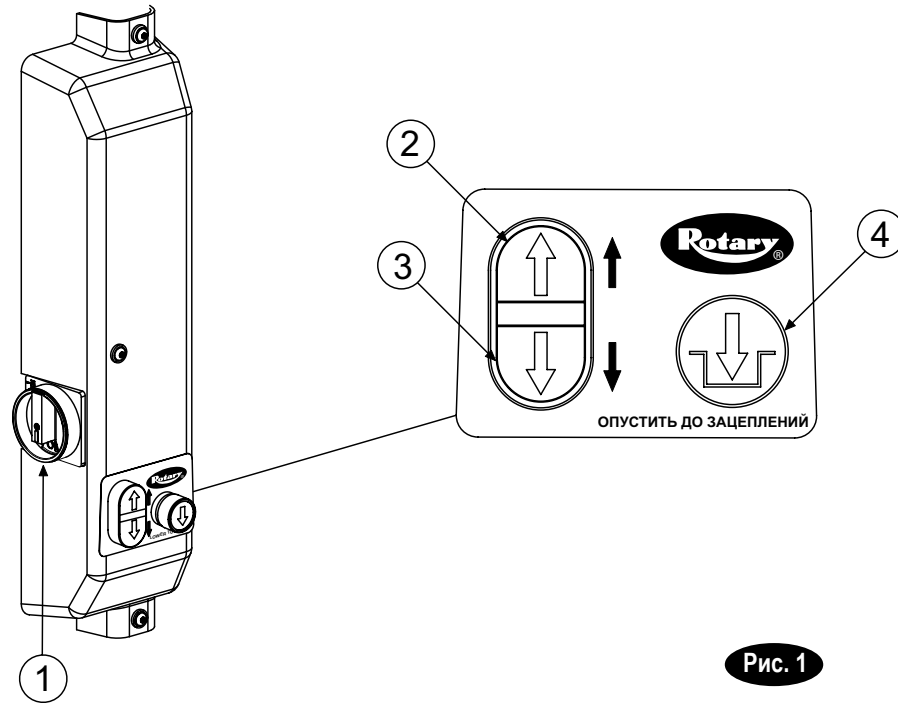

Рис. 1
- Активируйте переключатель , см. рис. 1. Остановите подъемник перед любой операцией с автомобилем. Проверьте действие ограничительных пальцев стрел. При необходимости, слегка сдвиньте стрелу, чтобы обеспечить зацепление ограничительного приспособления и собачки. НЕ ВБИВАЙТЕ палец молотком вниз, чтобы не повредить зубья ограничительного приспособления.
- Активируйте переключатель (см. рис. 1), чтобы опустить подъемник в защелки безопасности после достижения необходимой высоты.